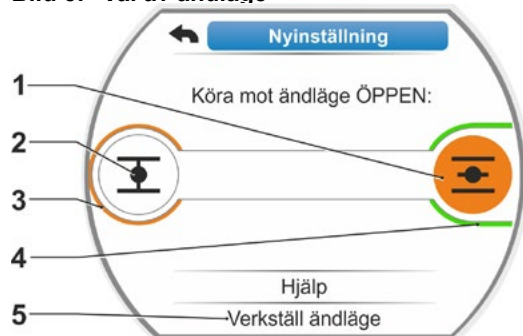

Bild 6: Köra mot ändläge i riktning ÖPPEN
Displayen växlar till inställning av ändläget och visar en uppmaning att köra mot ändlägespositionen ÖPPEN (bild 6). Körning i riktningen ÖPPEN erbjuds: symbolen för ändläge ÖPPEN är markerad orange (bild 6, pos. 1). Om körning ska ske i andra riktningen, vrids styrknappen så att den orangefärgade markeringen ställs på symbolen STÄNGD (bild 6, pos. 2).
- ändläge STÄNGD = vridmomentberoende (bild 6, pos. 3) och
- ändläge ÖPPEN = vägberoende (pos. 4).